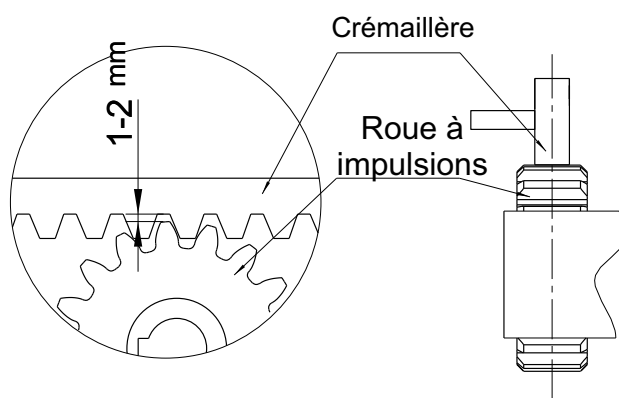

Fig. 7
- Soudez les boulons de fixation de la crémaillère au portail (si vous utilisez une en acier) en plaçant une barre de crémaillère sur la roue d'epousée en laissant un espace comme indiqué sur la figure 7;